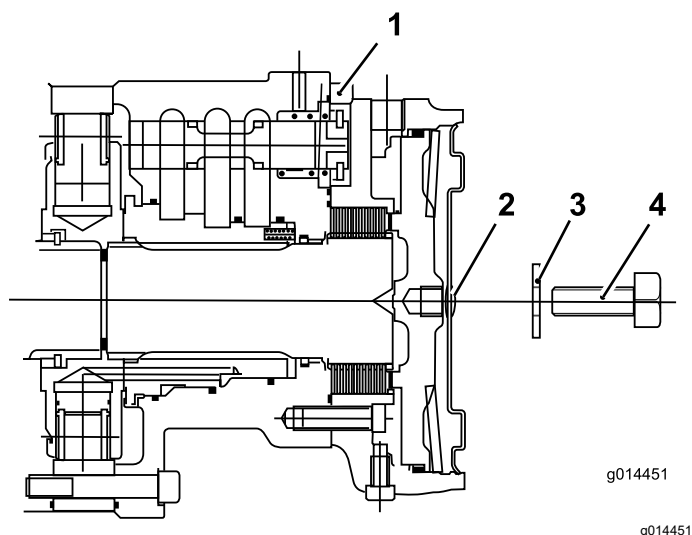

Bild 39
- C. Montieren Sie die Sechskantschraube an die Motorendplatte (Bild 39).